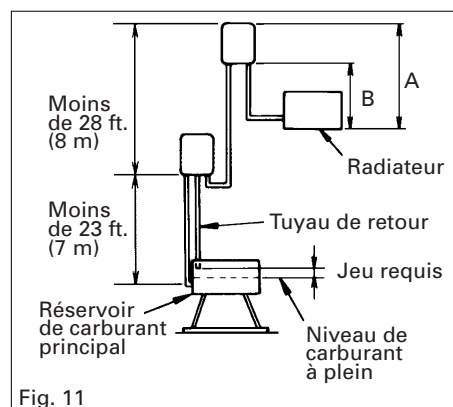

Fig. 11
Remarque: Si des pompes élévatriques fonctionnent connectées en série, les installer de sorte que l'unité supérieure ait une tête plus grande d'environ 3-1/3 ft. (1 m) à la fois dans les directions horizontale et verticale que l'unité plus basse. (Fig. 11)
- (b) Bien installer un tuyau de retour pour l'opération de pompes élévatriques en série. L'installer de sorte qu'il y ait un jeu entre la sortie du tuyau de retour et la ligne de niveau de carburant à plein dans le réservoir de carburant principal. (Fig. 11)